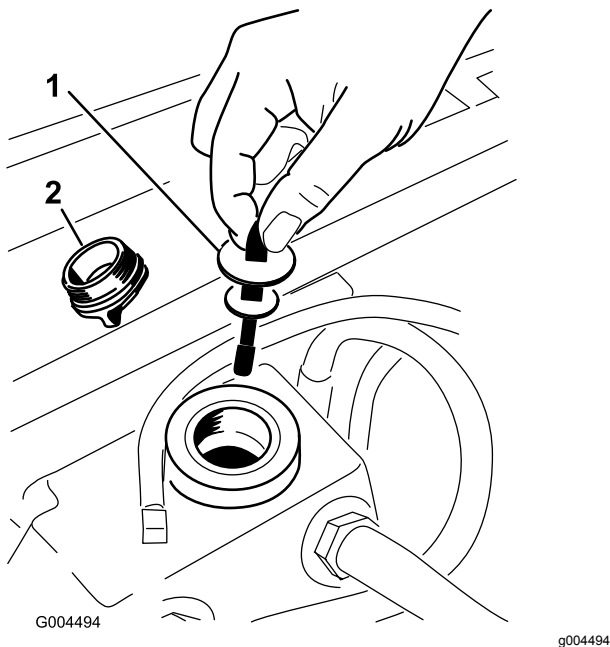

図 90
5. 油圧オイル給油口からキャップを取る 図 90。
6. ディップスティックを抜きウェスで一度きれいに拭く(図 90)。
7. もう一度首に差し込んで引き抜き、オイルの量を点検する(図 90)。